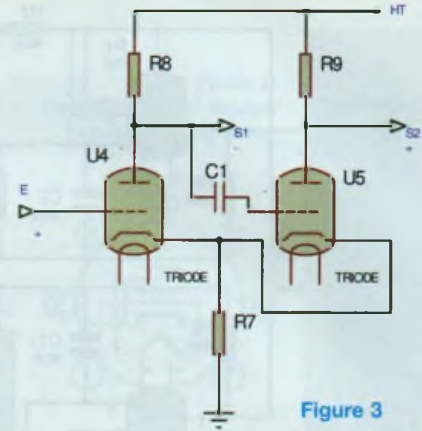

Figure 3
- le paraphase ou balançoire qui utilise également deux triodes (**figure 3**).